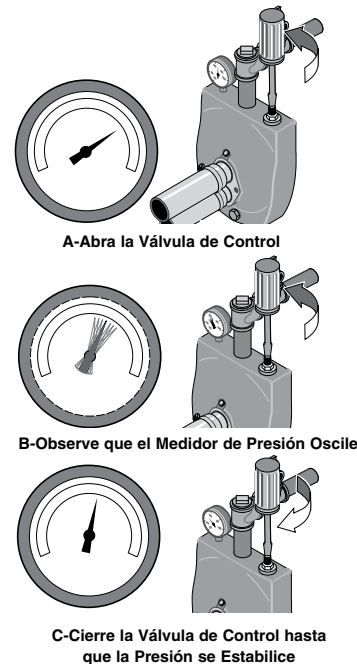

Figura 14: Fijación de la Válvula de Control
Paso 5. Una vez que la presión haya aumentado y se haya estabilizado en aproximadamente 50 PSI, abra lentamente la válvula de control (vea la Figura 14) y permita que la presión caiga hasta que la aguja del medidor de presión comience a oscilar (vea la Figura 14). Ahora su bomba está operando en su punto más eficiente.